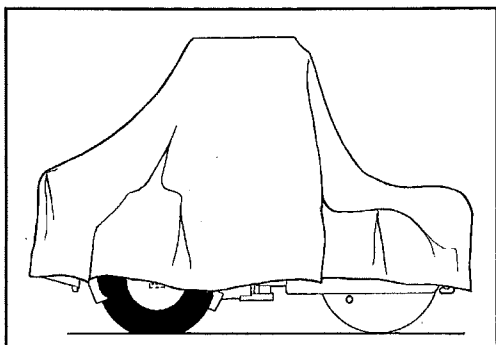

Abb. 47 Wettergeschützte Walze
- * Die Instrumentenschutzabdeckung über die Lenksäule klappen. Die gesamte Walze mit einer Persenning abdecken. ACHTUNG! Die Persenning muß ein Stück über den Boden abschließen, siehe Abb. 47. Die Walze am besten in geschlossenen Räumen mit gleichmäßiger Temperatur verwahren.